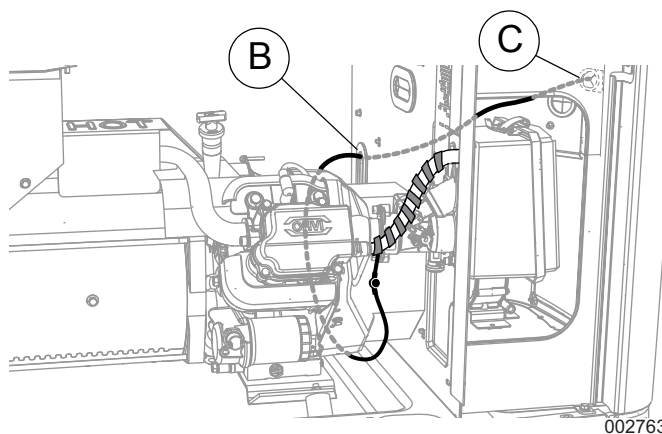

Рисунок 5. Подвод проводов к клиентскому соединению (9 кВт)
3. См. **Рисунок 5**. Протяните подводящие провода через изолирующую втулку жгута (В) в разделительной панели двигателя, а затем через изолирующую втулку панели клиентских соединений (С). Зафиксируйте все провода с помощью пластиковых стяжек на расстоянии как минимум 1 см (0,5 дюйма) от топливных шлангов.